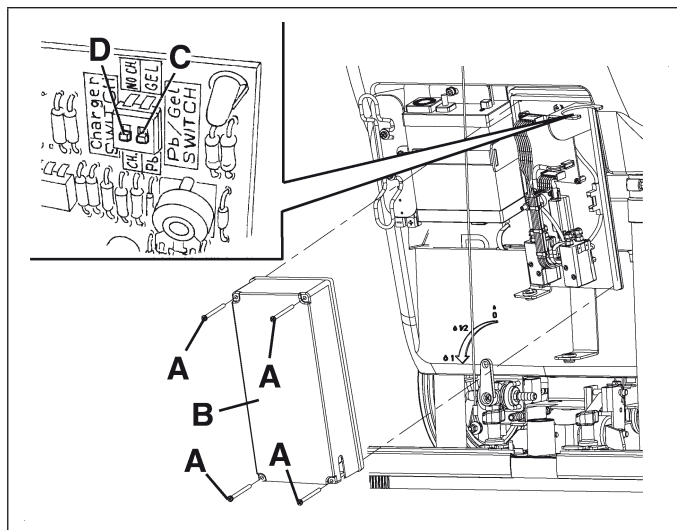

Figure 7
2. Desenroscar los tornillos (A, Fig. 7) y quitar con cuidado la tapa (B) de la caja de los componentes eléctricos.
3. Poner el microinterruptor (C, Fig. 7) hacia abajo en posición WET.
No tocar/desplazar el interruptor adyacente (D, Fig. 7).
4. Reinstalar la tapa (B, Fig. 7) de la caja de los componentes eléctricos y enroscar los tornillos (A).